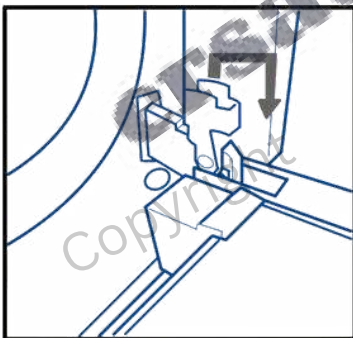

Abbildung 1
2. Ziehen Sie die Verriegelungshaken der Türscharniere komplett nach vorne (siehe Abbildung 1).